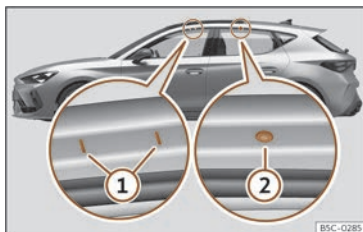

Fig. 207 Points de fixation des barres transversales pour la galerie porte-bagages du toit (Leon).
Valable pour Leon : Les points de fixation avant et arrière (1) et (2) sont visibles uniquement lorsque les portes sont ouvertes >>> **fig. 207**.